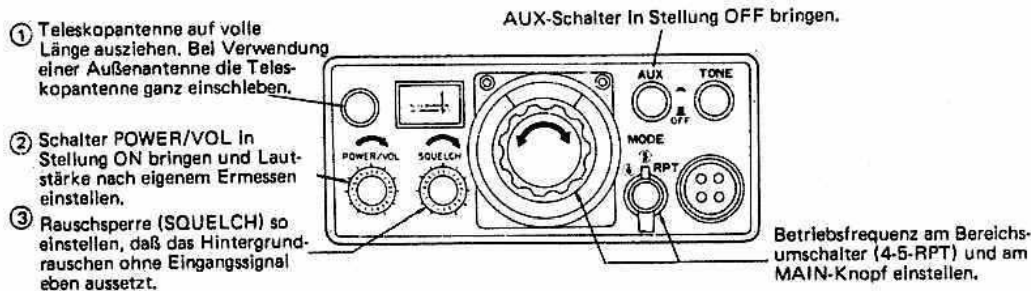

Fig. 10 - Empfangsbetrieb
- (1) Bei Portable-Betrieb die eingebaute Teleskopantenne (bzw. die als Sonderzubehör lieferbare Gummiwendelantenne RA-1) ordnungsgemäß befestigen und auf volle Länge ausziehen. Bei Mobil- oder ortsfestem Betrieb die Außenantenne mit der Coaxbuchse an der Transceiver-Rückwand verbinden.
- (2) Den Schalter POWER/VOLUME in ON-Stellung bringen.
- (3) Gerät durch entsprechende Betätigung des MAIN-Knopfes und des Bereichsumschalters (4-5-RPT) auf die gewünschte Betriebsfrequenz einstellen.
- (4) Fig. 10 und 11 zeigen die Lage der einzelnen Regler und Schalter und deren Einstellung.